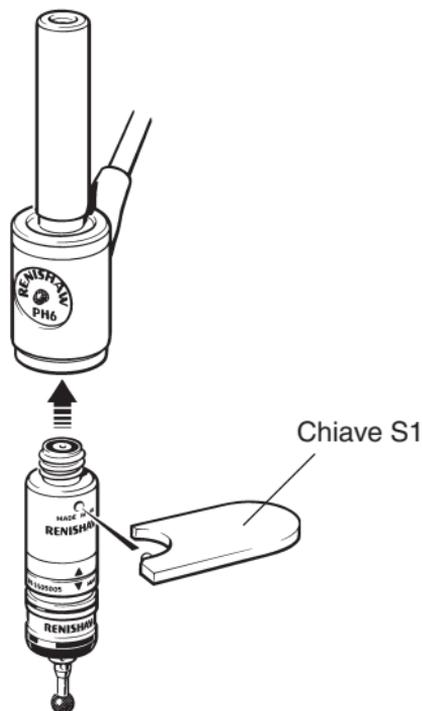

Fig. 20 – Montaggio sulla testina di una sonda (illustrato il modello PH6)
Istruzioni per il montaggio sulla testina di una sonda con filetto M8 senza Autojoint (vedi Fig. 20):
2. Applicare alla sonda la speciale chiave a 'C' S1 (in dotazione) come illustrato in Fig. 20.